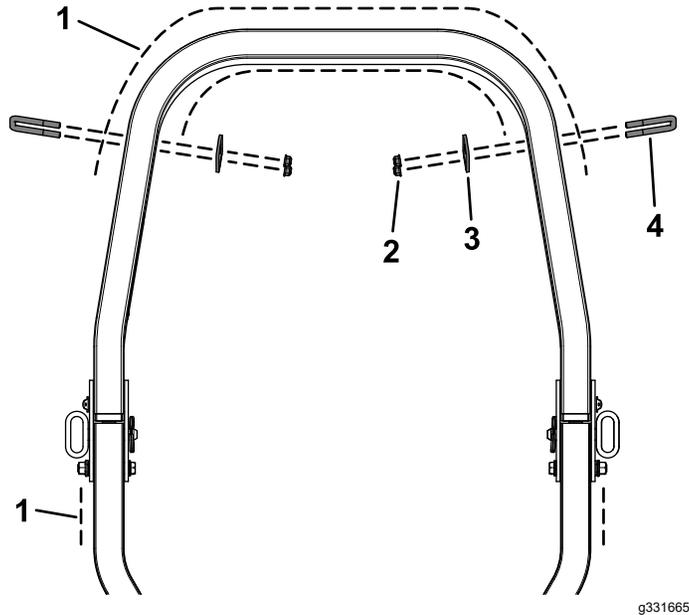

Figure 7
2. Fixez les 2 plaques de montage sur l'arceau de sécurité à l'emplacement souhaité à l'aide de 2 étriers filetés et 2 contre-écrous ( $\frac{3}{8}$ " (Figure 7).